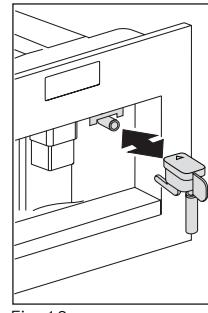

Fig. 13
- Certifique-se de que o bico de água está em posição e ligado ao bico (Fig. 13).